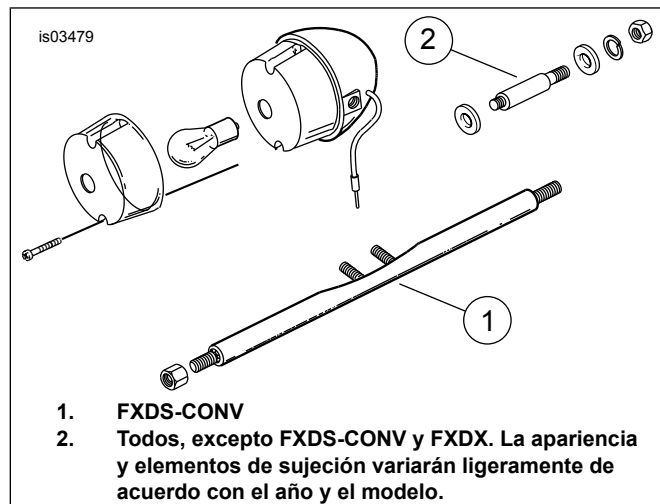

Figura 5. Todos (soportes típicos estilo tubo)
Para los modelos XL equipados con soportes estilo tubo, vea la Figura 5 para las instrucciones de instalación.
Para los modelos Dyna equipados con soportes estilo tubo, vea la Figura 5 para las instrucciones de instalación.
Para los modelos Softail equipados con soportes estilo tubo, vea la Figura 5 para las instrucciones de instalación.
3. Vea la Figura 5. Quite la caja de la luz del soporte de la señal de giro. Guarde los elementos de sujeción. Deseche la luz.